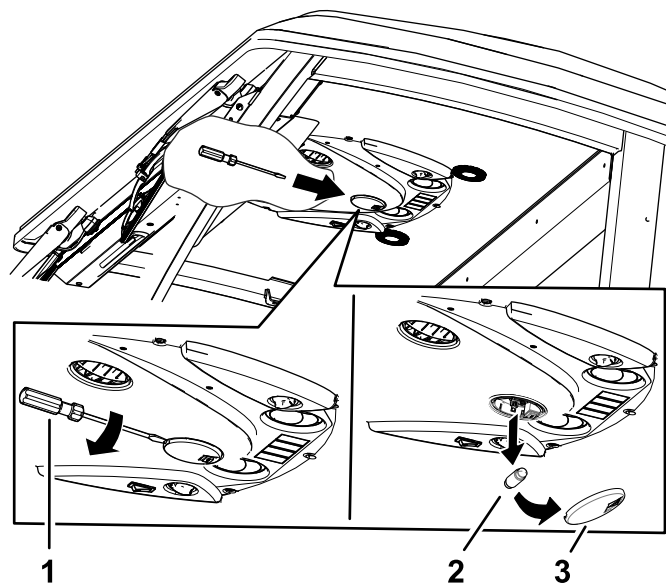

Рисунок 89
1. Снимите защитное стекло осветительного прибора с панели управления с помощью отвертки (Рисунок 89).
2. Выньте лампу из основания осветительного прибора (Рисунок 89).